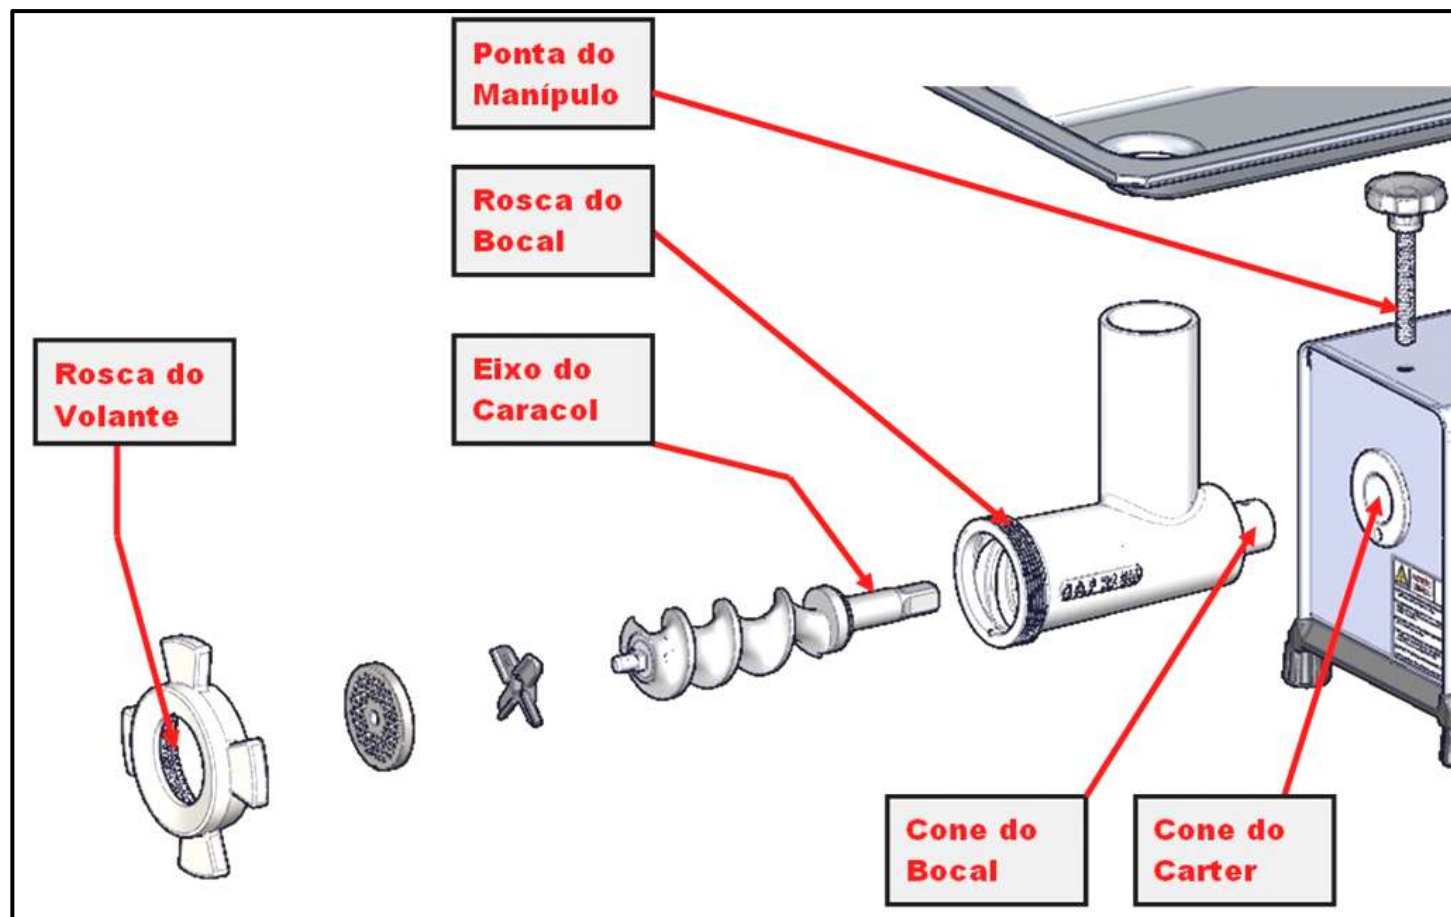

Fig. 7
- Manter sempre lubrificada a rosca e o cone do bocal, o eixo do caracol e a ponta do manípulo (conforme Fig. 7) com lubrificantes atóxicos.